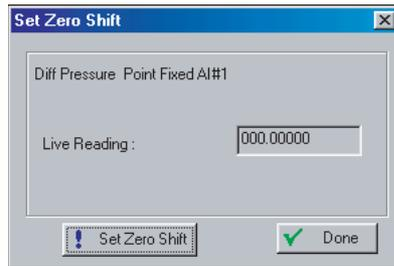

Figura 5-18. Caixa de Diálogo Zero Shift
23. Se você calibrar a Pressão Diferencial, clique em **Zero Shift** para zerar o efeito da pressão estática para a entrada de Pressão Diferencial. Consulte a Figura 5-18.